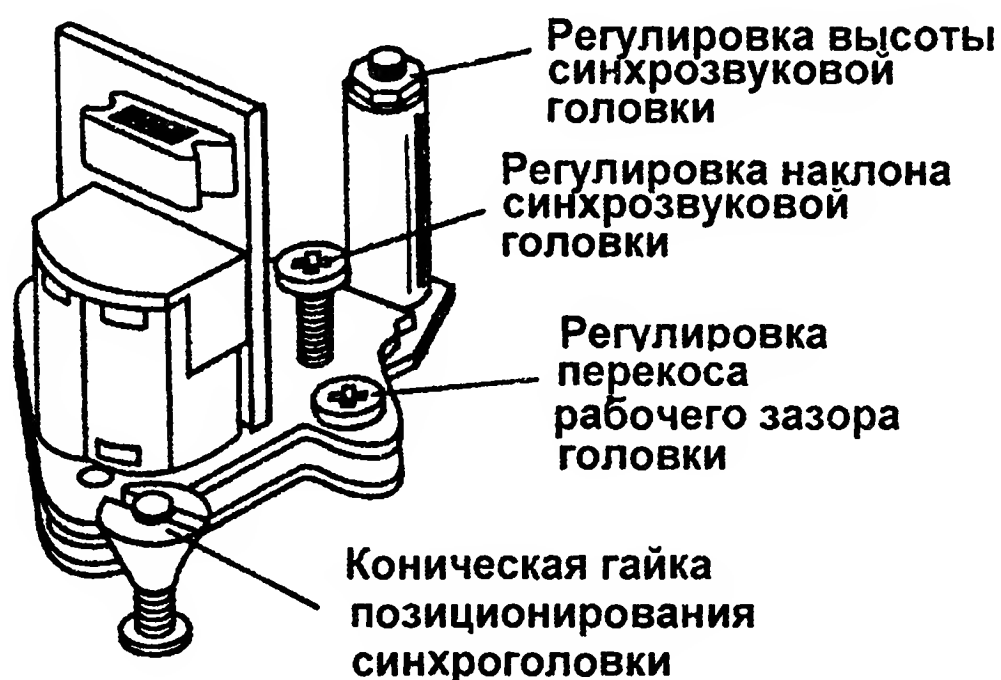

Рис. 78. Регулировка положения синхрозвуковой головки
Регулировка положения синхрозвуковой головки (блока неподвижных головок) производится в несколько этапов (рис. 78).
2. Винтами регулировки наклона и перекоса синхрозвуковой головки (см. рис. 78) установите положение ее основания парал-
5. Подключите осциллограф к выходу предварительного видеоусилителя и синхронизируйте его развертку импульсами коммутации видеоголовок. Воспроизведите измерительную ленту и контролируйте по экрану осциллографа огибающую ЧМ-сигнала. Регулятор трекинга установите в среднее положение (если ВМ оснащен системой автотрекинга, отключите его) и, вращая коническую гайку (см. рис. 78), добейтесь максимального уровня огибающей ЧМ-сигнала.